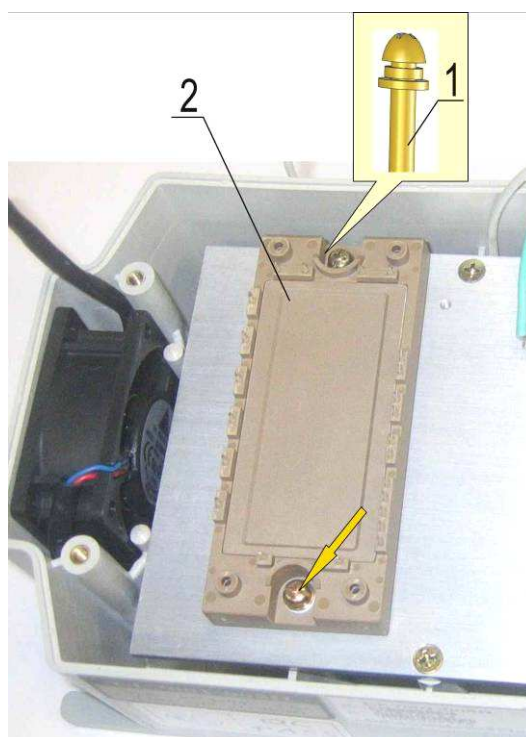

Рис. 7.3
7.2.3. Установить матрицу над отверстиями «С» радиатора, при этом контакты «1» ... «6» матрицы должны быть обращены к ближнему краю радиатора. Слегка притереть матрицу и вкрутить два винта для предварительного крепления матрицы IGBT (рис. 7.3).